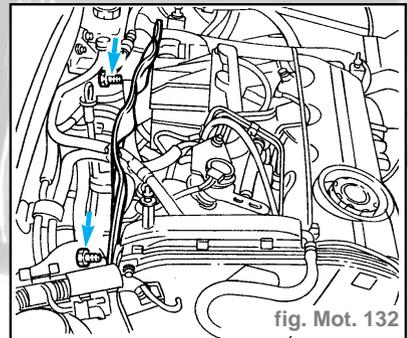

fig. Mot. 132
- Dévisser les deux vis de fixation et enlever la cloison illustrée (fig. Mot. 132).
- Dévisser les deux vis de fixation et déposer la cloison indiquée (fig. Mot. 132).